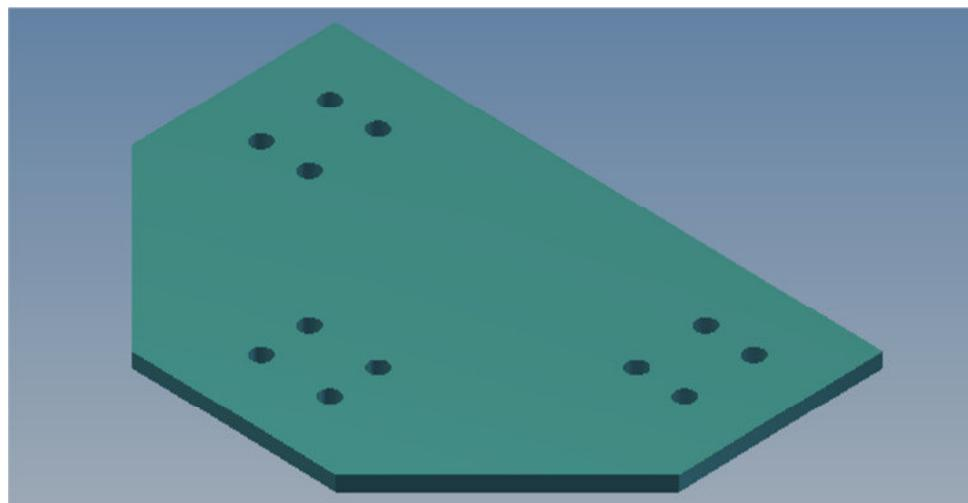
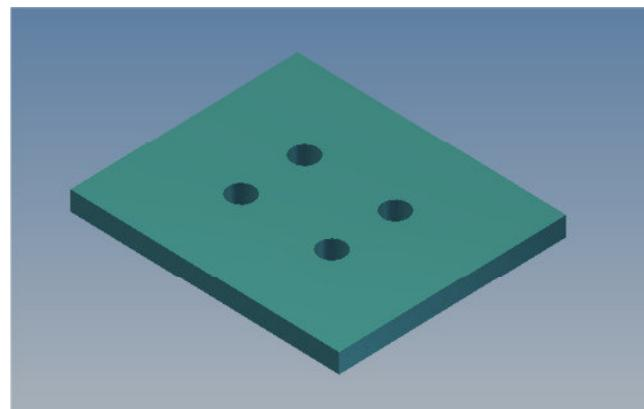

Bild 4 Kreuzabdeckung
Bild 5 Distanzplatte
- 3.2.4 Wandecken und Wandstöße durch Eckabdeckung (Bild 4) bzw. Kreuzabdeckung (Bild 5) miteinander verschrauben